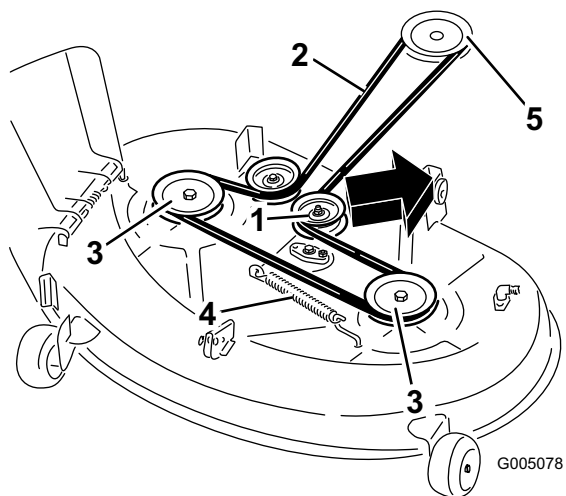

Figure 44
5. Tirez la poulie de tension dans la direction indiquée (Figure 44) et retirez la courroie des poulies.
- Acheminez la courroie neuve autour des poulies du moteur et du plateau de coupe (Figure 44).
- Tirez la poulie de tension dans la direction indiquée à la Figure 44 et acheminez la courroie autour de la poulie de tension (Figure 44).